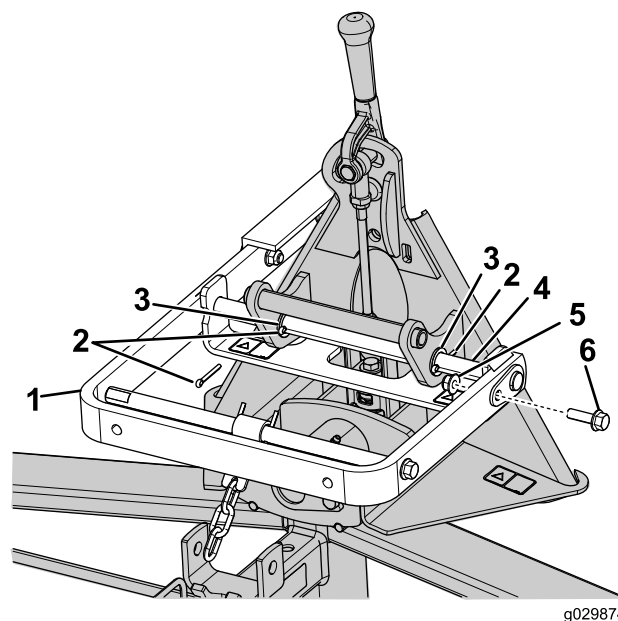

Рисунок 3
- А. Проденьте конец поворотного стержня через правую сторону подъемного рычага, наденьте фланцевый подшипник на конец поворотного стержня, пропустите подъемную балку через правый рычаг быстросъемной муфты, наденьте еще один фланцевый подшипник на конец поворотного стержня и полностью вставьте поворотный стержень в левый рычаг быстросъемной муфты с левой стороны подъемного рычага (Рисунок 3).
- В. Закрепите поворотный стержень и подъемный рычаг фланцевым болтом с шестигранной головкой (3/8 x 1-1/4 дюйма) и фланцевой гайкой (3/8 дюйма), как показано на Рисунок 3.
- С. Установите 3 шплинта (5/32 x 1-1/4 дюйма) в поворотный стержень в местах, показанных на Рисунок 3.